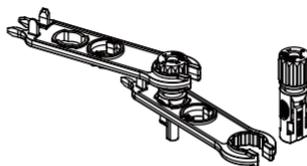

Fig. 3.5 Connecteur avec écrou borgne vissé
c) Insérez la broche de contact dans la partie supérieure du connecteur et vissez l'écrou de la partie supérieure du connecteur (comme montré sur la figure 3.5).